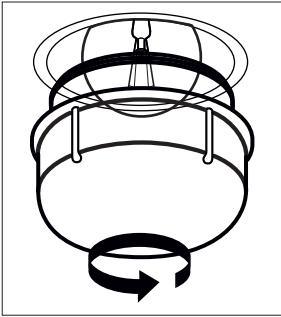

Abbildung 23
2. Entfernen Sie das Schutzglas, indem Sie es gegen den Uhrzeigersinn drehen. (Siehe Abb. 23) Die Verwendung von Plastikhandschuhen kann Ihnen helfen, wenn Sie Schwierigkeiten beim Drehen haben.